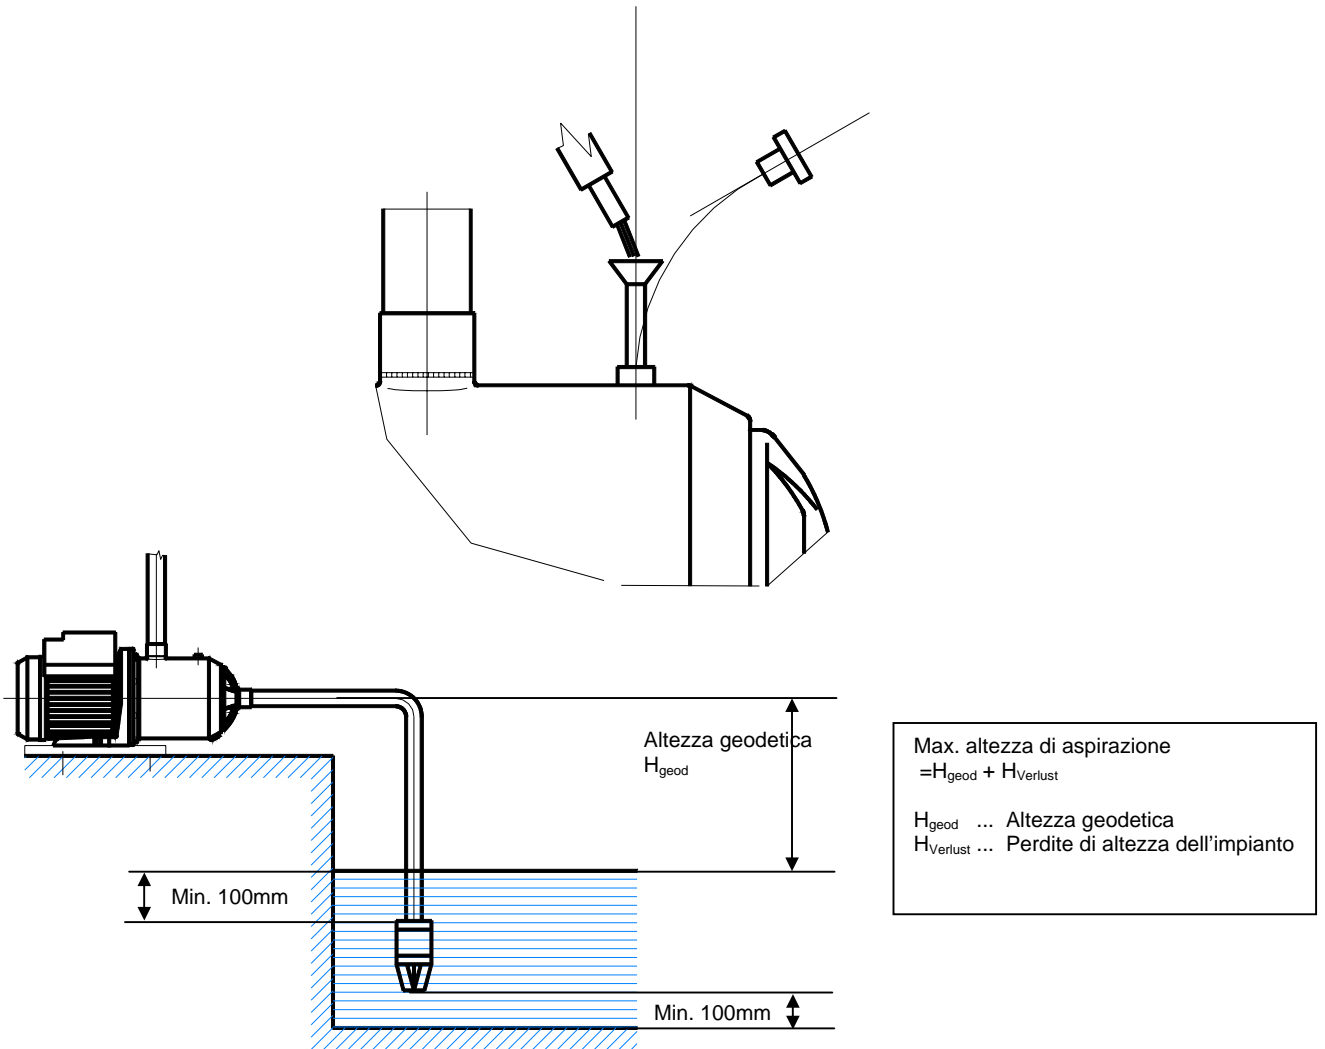

Figura 8: Riempimento delle pompe Wilo-MultiCargo
- Per sfiatare le pompe togliere la vite di riempimento/sfiato, come indicato in figura 8. Quindi con l'aiuto di un imbuto riempire, tramite l'apertura di riempimento, e rimettere il tappo.